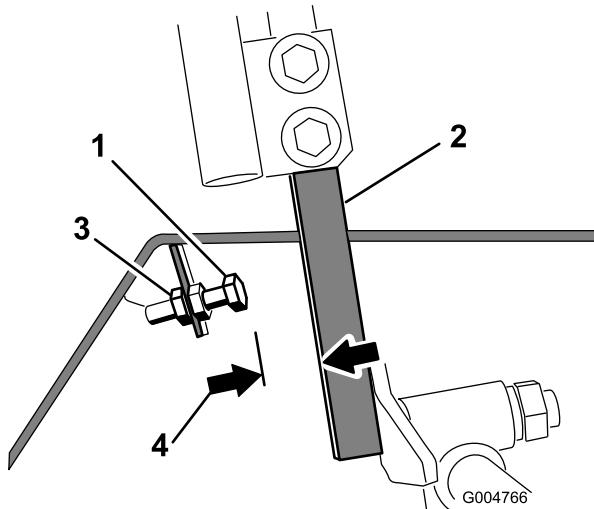

Bild 60
4. Lösen Sie für einen der Fahrantriebshebel die Klemmmutter an der Anschlagschraube (Bild 60).